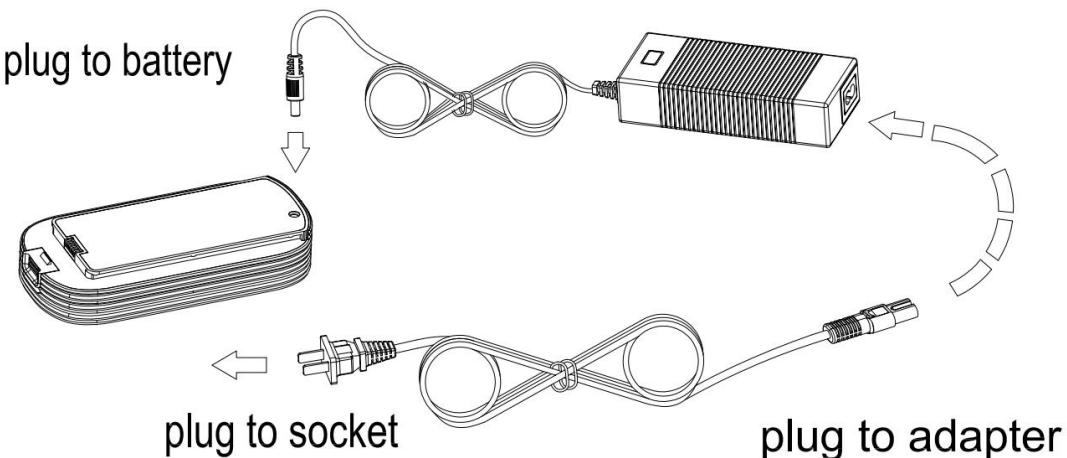

Figura 7 -- Diagrama esquemático de carga de batería sola
- ① Conecte adaptador de CA como se muestra en la Figura 7, para cargar la batería;
- ② Saque la batería como se muestra en la Figura 3 y luego conecte el adaptador de CA como se muestra en la Figura 7 para cargar la batería;